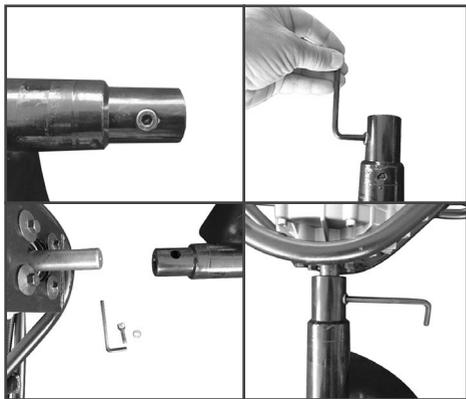

Рис. 3 Установка шнека
2. Снимите крепез шнека (Рис.3). Отсоедините двигатель от шнека и уберите его в сторону. Двигатель должен опираться на грунт ручками и валом отбора мощности.